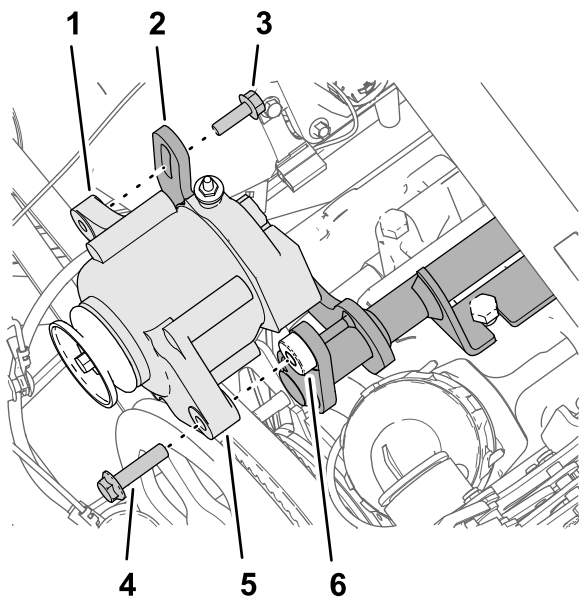

Figura 184
1. Montate l'alternatore (60 A) sull'attacco filettato della staffa dell'alternatore (Figura 184) con il bullone a testa flangiata (3/8" x 1 1/2").
- Montate la flangia filettata dell'alternatore sulla flangia scanalata della staffa dell'alternatore (Figura 184) con il bullone a testa flangiata (8 x 25 mm).